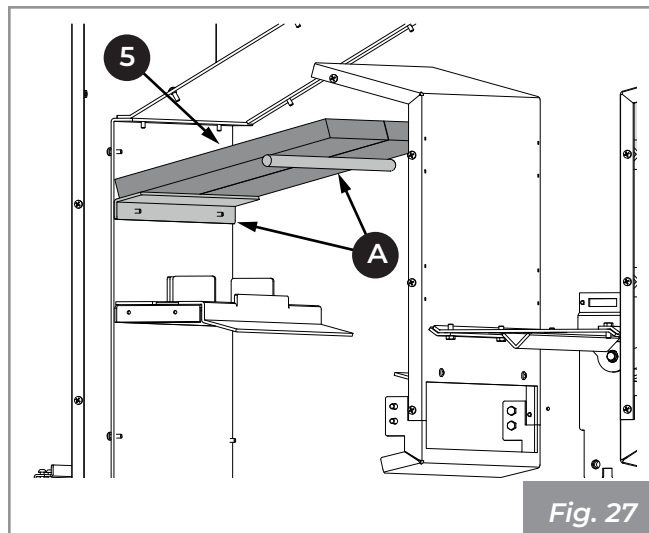

Fig. 27
- 2) Colocar los paneles (5) apoyándolos en los respectivos soportes (A) (Fig. 27).